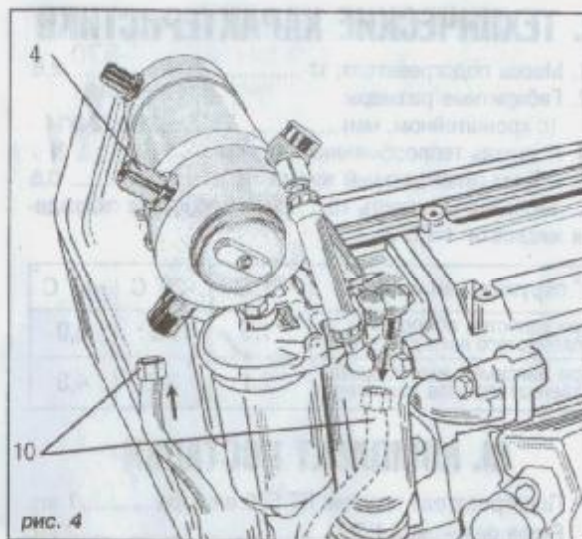

рис. 4
3. Отсоединить трубку отводящего топливопровода от ФТОТ поз. 10 и присоединить к топливному штуцеру подогревателя поз.4, затянуть моментом 2,5-4,0 кгс м. (рис. 4.)